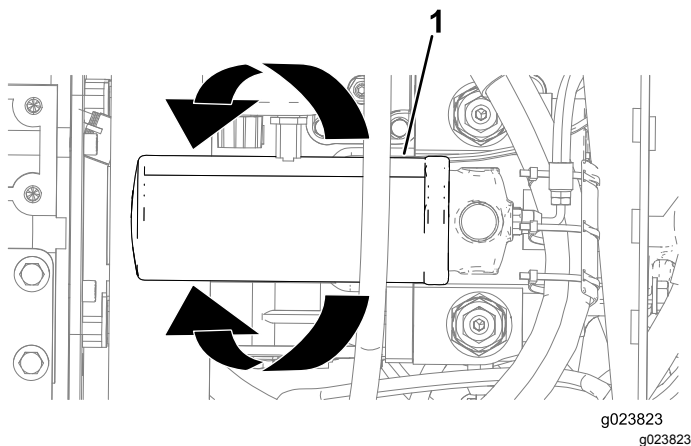

**Bild 121**
3. Stellen Sie eine Auffangwanne oder legen Sie mehrere Lappen unter den hydrostatischen Ladefilter (Bild 121).
4. Drehen Sie den hydrostatischen Ladefilter nach links und nehmen den Filter ab (Bild 121).
6. Fluchten Sie den hydrostatischen Ladefilter mit der Stelle aus und drehen Sie ihn nach rechts, bis die Dichtung des Filters den Adapter berührt (Bild 121).